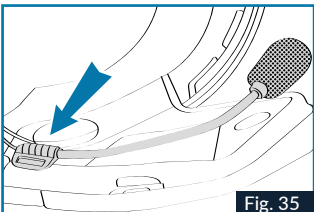

Fig. 35
7. Platzieren Sie das Mikrofon und befestigen Sie es mithilfe des mitgelieferten Klettverschlusses am Styropor des linken Wangenpolsters (Abb.35).